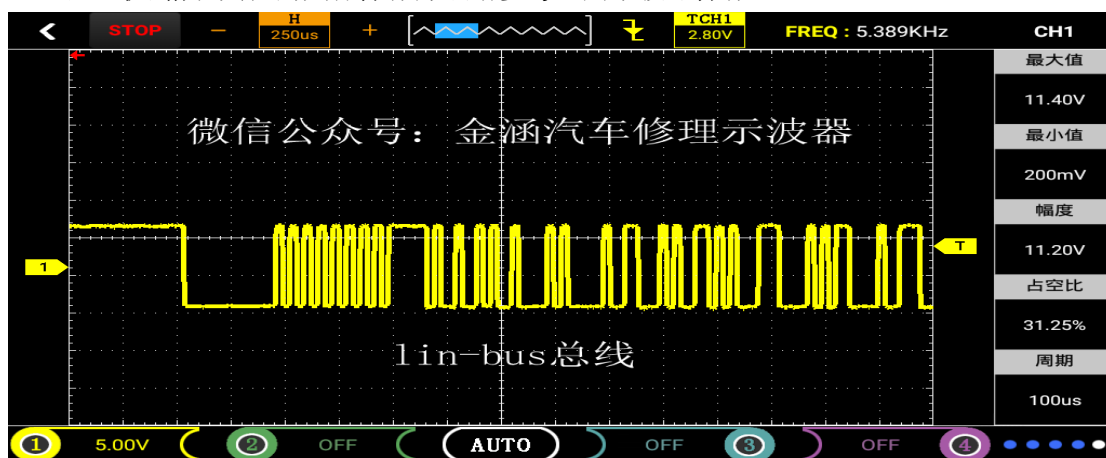

图23
- ①同CAN-高、CAN-低步骤1。
- ②进入主菜单界面后选择“总线测试”，然后进入子菜单点击LIN-bus即可进入示波器操作界面。
- ③将探头接到示波器CH1且探头调置1X档，然后接地夹接到信号地或搭铁。
- ④由于示波器“LIN-bus”功能已默认好设置（CH1探头档1X，时基档500us），只需将探头接到对应的信号即可直观的显示波形，如图23。
- ⑤点击“CH1”，可以查看各项数值和配置（配置已默认）。
- ⑥显示的波形可以自行通过调节时基、垂直伏/格和触发方式实现自己的需求（时基、垂直伏/格和其他的具体操作方法请参考通用示波器操作）。